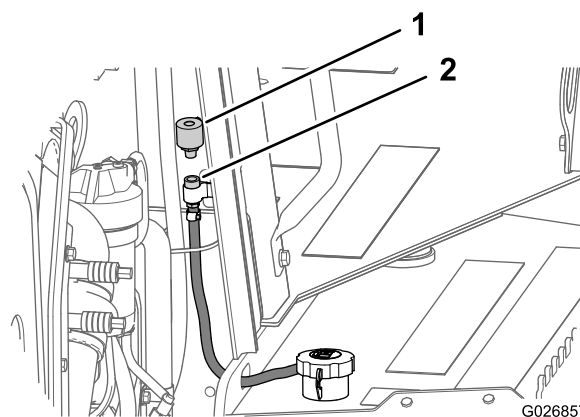

Figura 73
2. Na parte frontal do painel do compartimento do motor, remova o respirador da conexão do tubo girando o respirador no sentido anti-horário (Figura 73).
3. Instale um novo respirador na conexão do tubo, apertando-o manualmente (Figura 73).